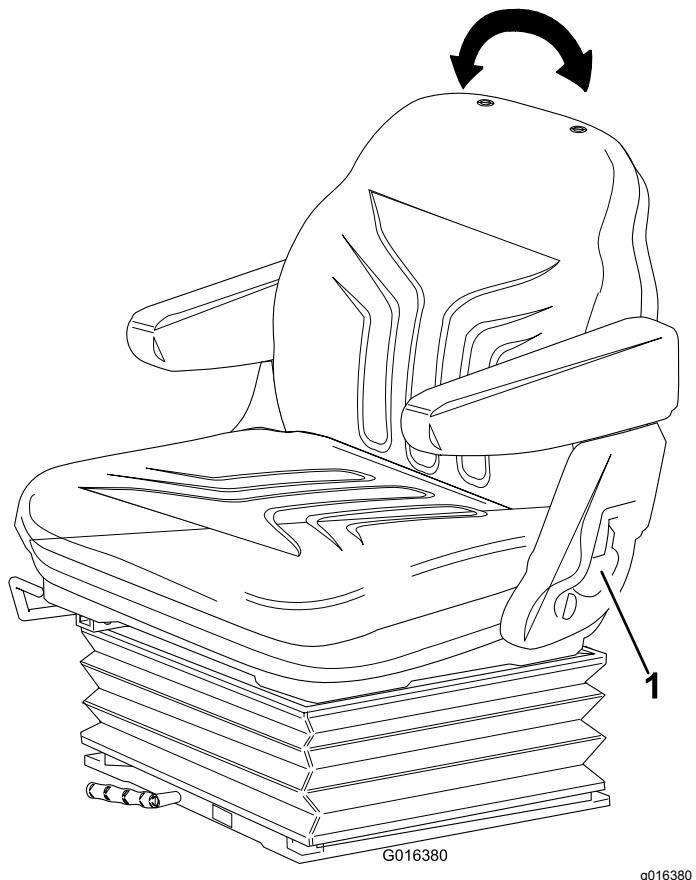

Figure 14
- Réglage du dossier :** Tirez la poignée vers l'extérieur pour régler l'angle du dossier de siège. Relâchez la poignée pour bloquer le dossier en position (Figure 14).